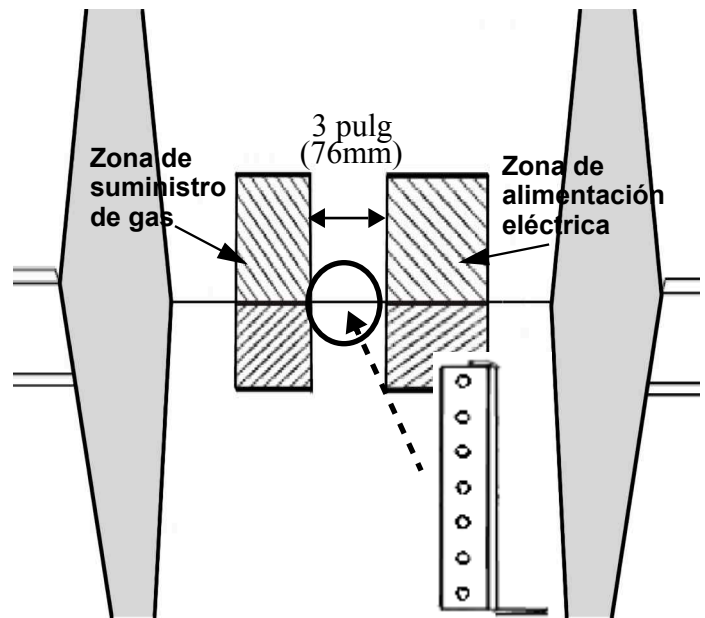
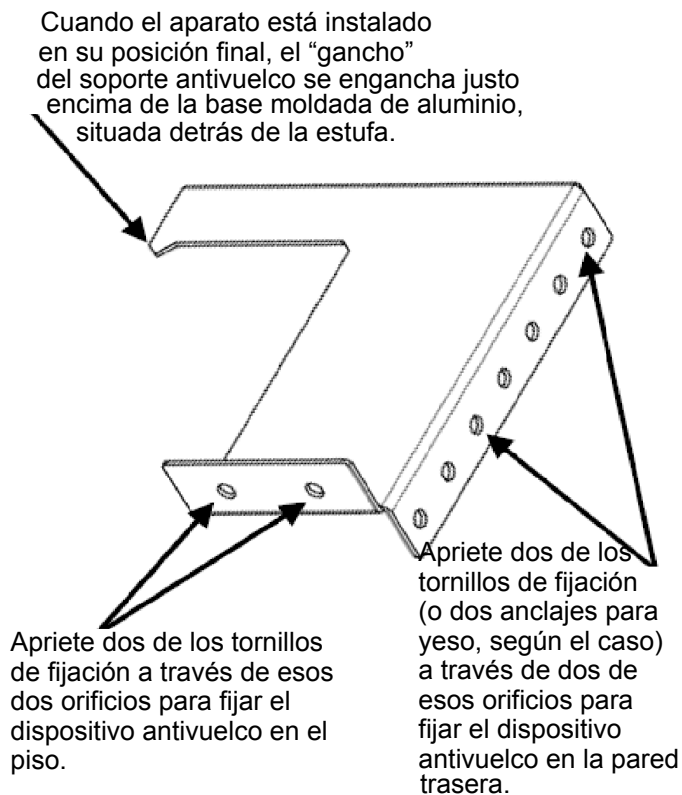

Figura 12: Ubicación para la instalación del dispositivo antivuelco
Figura 13: Soporte antivuelco
- En todos los casos, se deben fijar al menos dos (2) tornillos de fijación para instalarlo en el piso o dos tornillos de fijación (o anclajes par muro de yeso-cartón) para fijarlo en la pared situada detrás del aparato (vea las *Figura 12* y *Figura 13*).
- Coloque el soporte en el piso, cerca del centro del sitio donde se instalará el aparato (*Figura 12*).